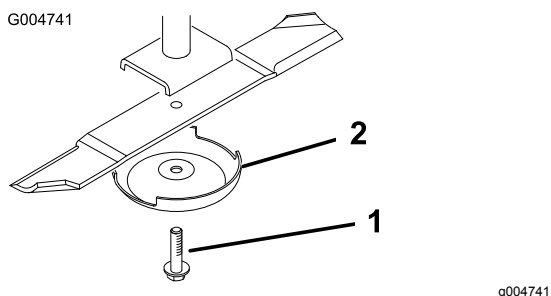

Figura 106
- Retire o parafuso da lâmina, o recipiente antidanos e lâmina do eixo (Figura 106).